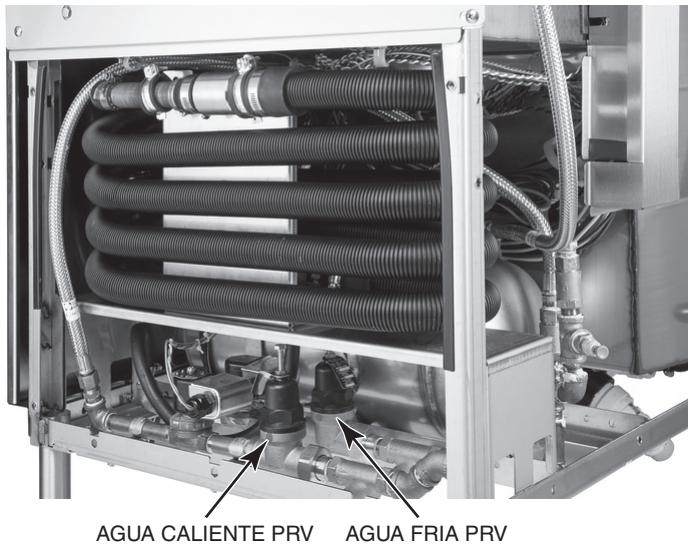

Figura 20
16. Mientras el agua del enjuague final ingresa, ajuste el regulador de presión de agua fría (Figura 20) hasta que el manómetro indique 20 ± 5 PSI.